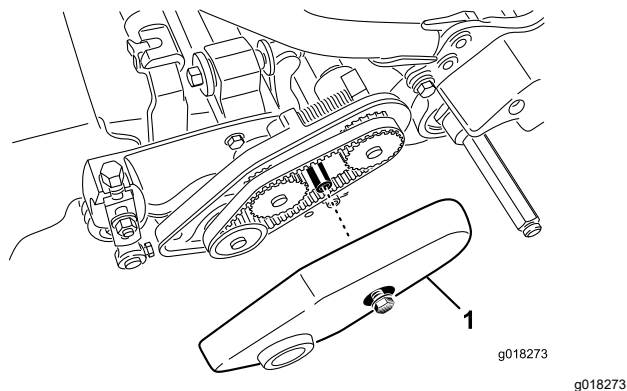

Figura 40
2. Allentate il bullone della flangia che fissa il copricinghia e togliete il copricinghia per accedere alla cinghia (Figura 40).